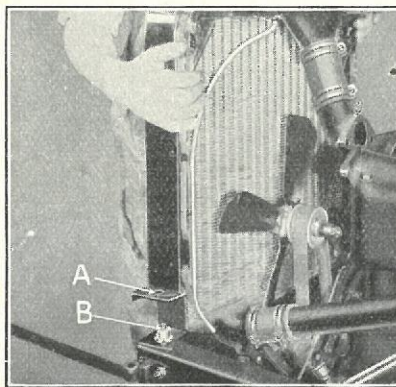

Fig. 103
- (b) Sæt Køleren over Pindboltene (Fig. 103-A) paa Kravebøsningerne »B«.